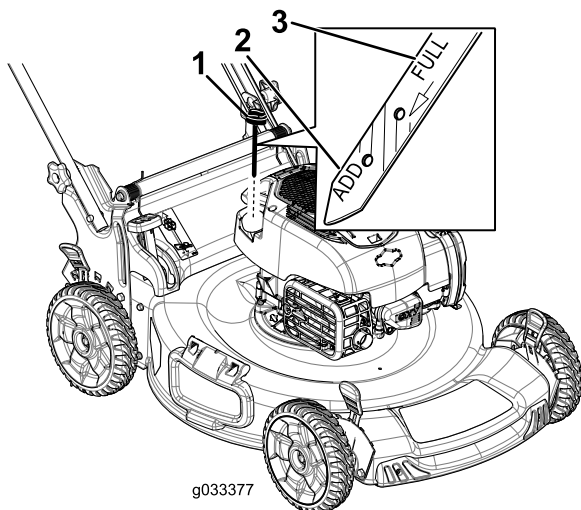

Рисунок 8
(Полный) на масломерном щупе (Рисунок 8). Не допускайте переполнения.
1. Извлеките масломерный щуп (Рисунок 8).